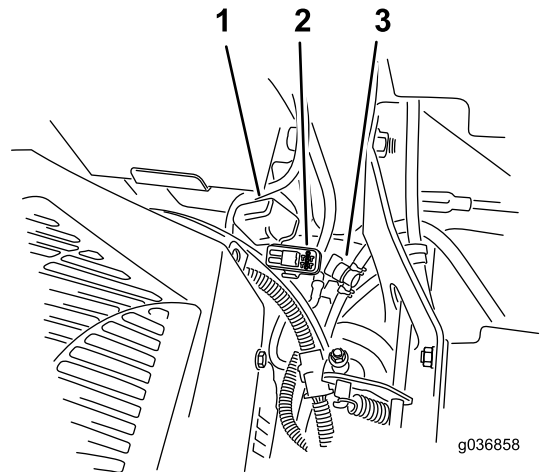

Figure 73
Remarque: Pour les tondeuses MyRide, assurez-vous que le câble de masse ne frotte pas contre le bras tiré ou le support inférieur de l'amortisseur (Figure 73).
Les fusibles sont situés sur la console droite, près du siège (Figure 73).
2. Remplacez le fusible (Figure 73).